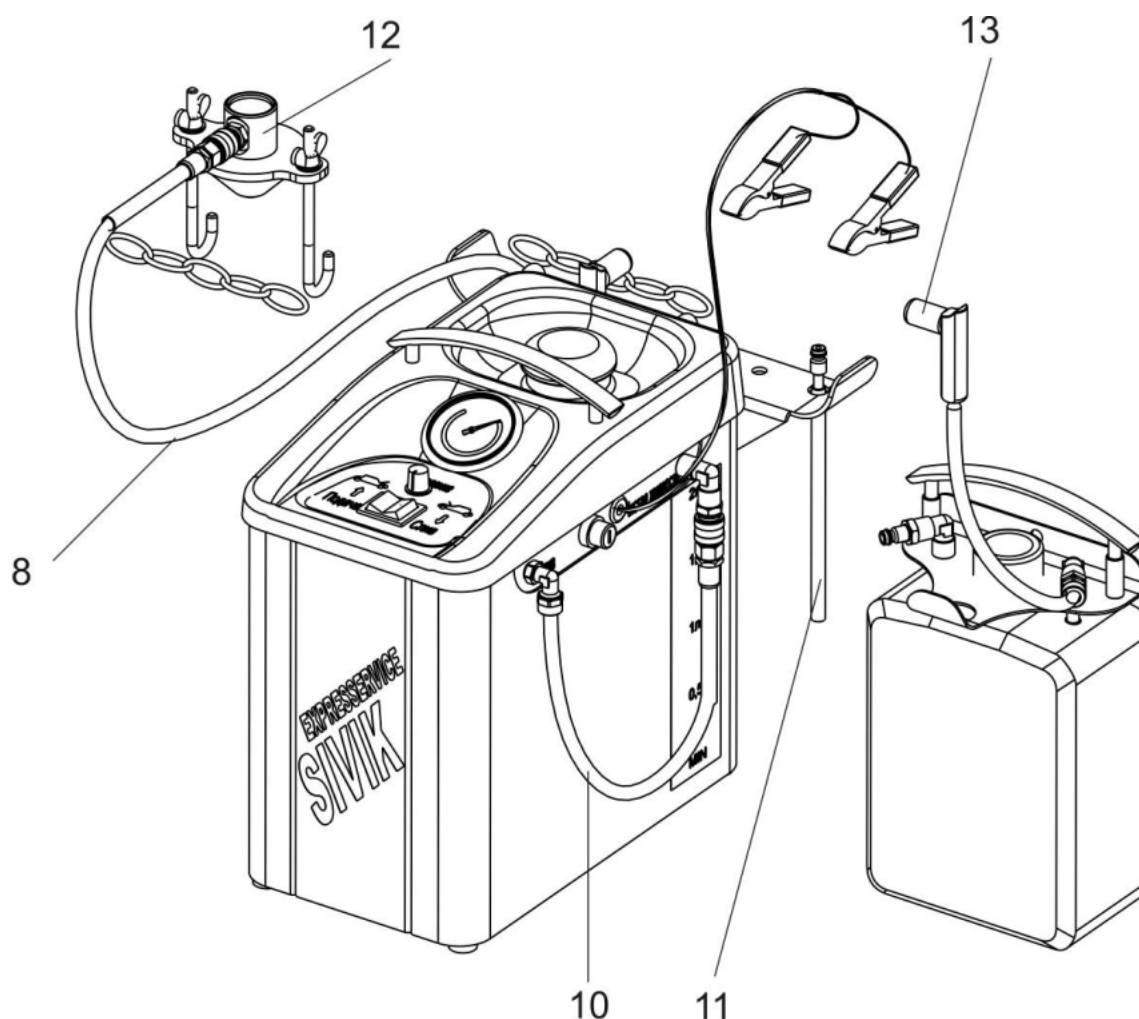

Рисунок 4. Режим «Напор».
| 4. Манометр | 12. Адаптер бачка (Рис. 4) |
| 5. Регулятор давления | 13. Адаптер штуцера (Рис. 4) |
5. Отсоедините шланг (10) от канистры сбора старой жидкости и подсоедините его к штуцеру на установке (см. Рис. 4). Долейте в бачок тормозной системы автомобиля новой жидкости, переключив переключатель в положение «НАПОР». При достижении на баке установки уровня «МАХ»,
7. Подсоедините к адаптеру шланг (8) (см. Рис. 4). Переведите переключатель в положение «НАПОР», установите регулятором необходимое давление.
8. Плавно откройте краник на шланге (8) и убедитесь, в герметичности соединений адаптера.
10. Подсоединяйте адаптер штуцера (13) к штуцерам прокачки в соответствии с порядком прокачки тормозов конкретного автомобиля. Откройте штуцер прокачки и следите, как из системы выходит старая тормозная жидкость. Установка при этом будет поддерживать давление в системе, и выдавливать старую тормозную жидкость новой.
17. Снимите адаптер (12) с бачка автомобиля.